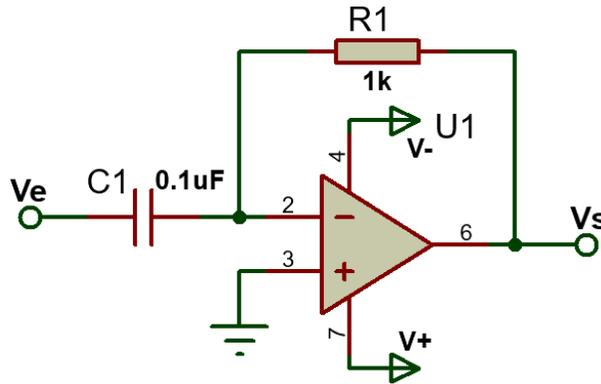

Figura 3.12. Circuito amplificador derivador.
9. Arme el circuito amplificador derivador de la figura 3.12 teniendo cuidado de conectar los voltajes de polarización en las terminales indicadas e inserte una señal  $V_e = 1 \sin 6283.18 t \text{ V}$  en el punto de entrada.